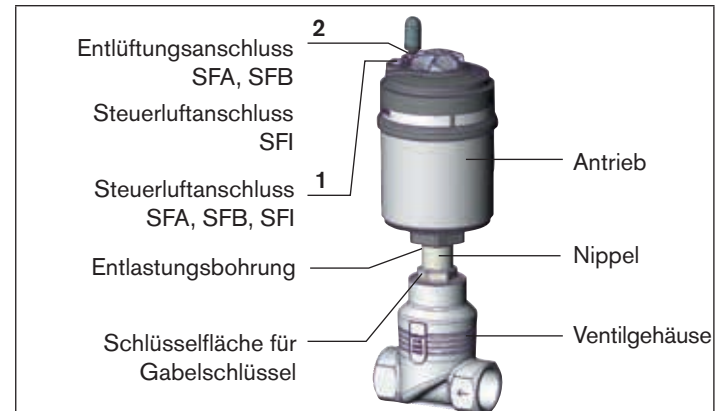

Bild 23: Teilebezeichnung
- Bei **Steuerfunktion A und I** den Steuerluftanschluss **1** mit 6 ... 8 bar beaufschlagen (siehe „Bild 23: Teilebezeichnung“).
- Bei **Steuerfunktion B** den Steuerluftanschluss **2** mit 6 ... 8 bar beaufschlagen (siehe „Bild 23: Teilebezeichnung“).